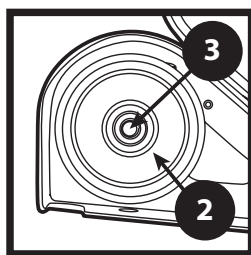

FIGURA 12
3. Instale la intermedia superior de forma tal que la superficie interior del cojinete sea de aproximadamente 1,524 cm desde el soporte del cojinete. Asegure la rueda con un juego de tornillos de bloqueo. (Figura 12)